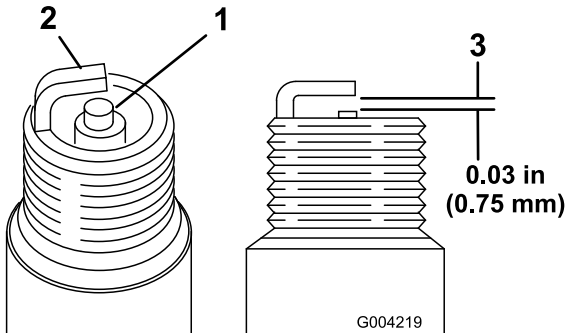

Figura 36
1. Mire la parte central de ambas bujías (Figura 36). Si se observa un color gris o marrón claro en el aislante, el motor está funcionando correctamente. Si el aislante es de color negro, significa que el limpiador de aire está sucio.
2. Compruebe la separación entre los electrodos central y lateral (Figura 36).
3. Si la distancia no es correcta, doble el electrodo lateral (Figura 36).